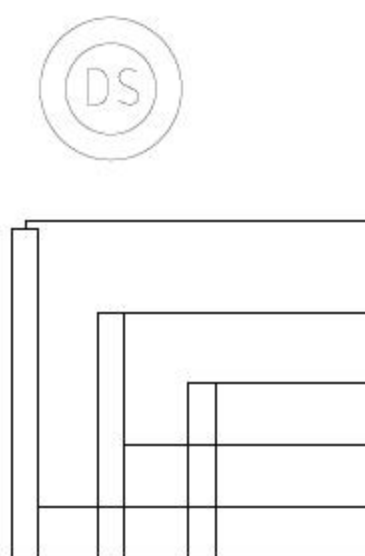

图11-4 修剪图形
- 04 调用TR【修剪】命令, 修剪线路, 结果如图11-4所示。